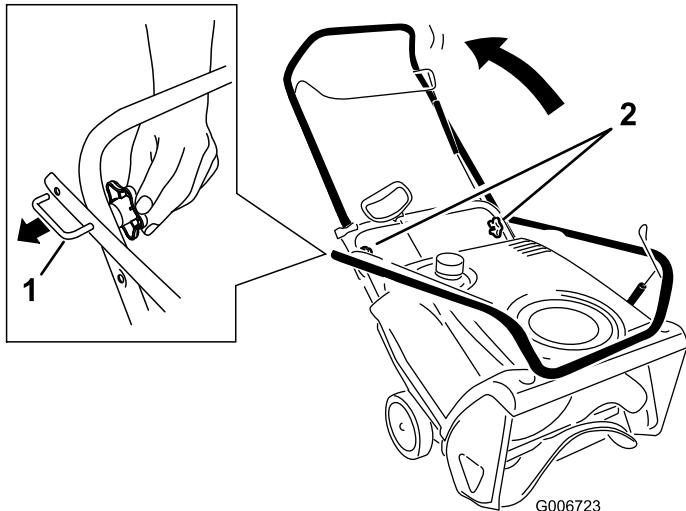

Bild 3
1. Lösen Sie die Handräder, ziehen Sie die U-förmigen Griffsperrchen heraus, bis Sie den Griff ungehindert bewegen können. Drehen Sie den Griff dann in die Betriebsstellung (Bild 3).